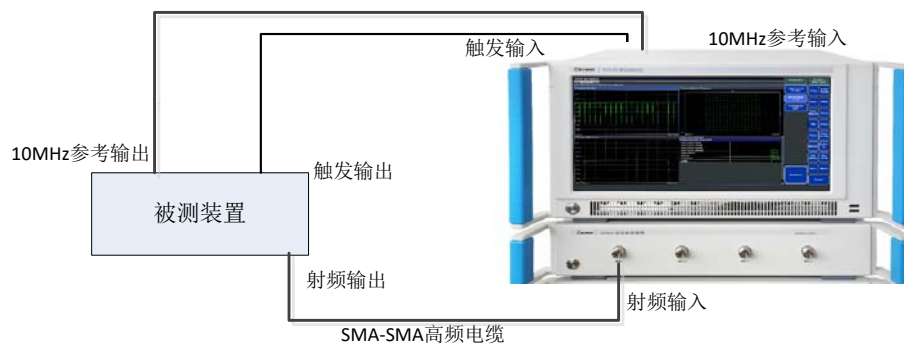

图 4.1 被测设备与基站测试仪连接图
- 步骤 1. 将被测设备的信号输出端口连接到基站测试仪收发平台前面板的射频输入端口，连接如图 4.1 所示；确保基站测试仪收发平台后面板的光口接口与多制式基带处理平台后面板的光口接口连接正确，连接参考 3.2.3 节后面板接口连接。**